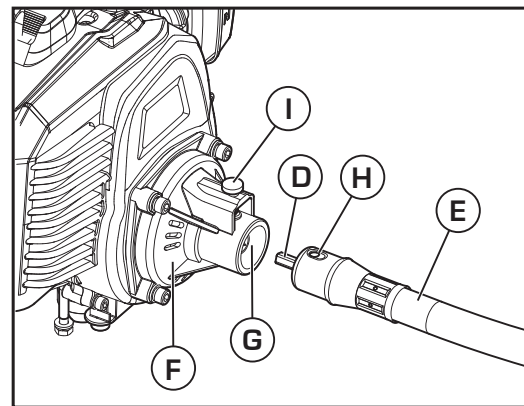

Figura 8
CONEXIÓN DEL EJE FLEXIBLE AL MOTOR (Figura 8): **1.** Coloque el eje flexible (E) de forma recta y alínelo (D) con el orificio angular (G) en el costado del tambor del motor. **2.** Instale el eje flexible (E) en la carcasa del embrague (F). Asegúrese de que el orificio (H) del extremo del mismo apunte directamente hacia arriba. **3.** Cuando el orificio (H) se alinee directamente debajo del tapón (I), el mismo bajará (escuchará un clic), lo que significa que el tapón ha bloqueado el eje. **NOTA.** Si no logra bloquearlo en su posición, extráigalo. Gire el eje flexible un poco e intente bloquearlo nuevamente. Después de bloquear el eje flexible en su posición, tire del mismo para asegurarse de que el tapón funcione correctamente.